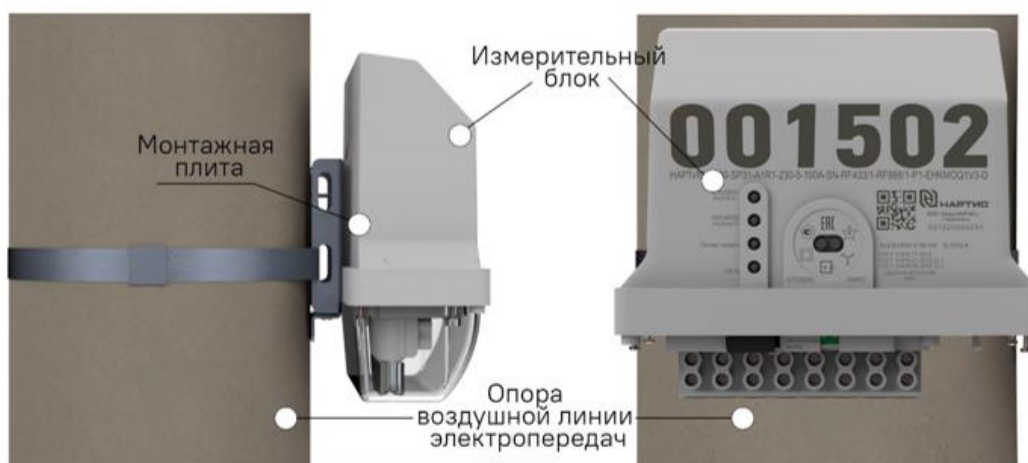

Рисунок 7 – Установка блока измерительного счетчика НАРТИС-И300-SP31 на монтажной плите
4.3 Для монтажа снять крышку клеммной коробки и установить блок измерительный на монтажную плиту с помощью креплений, которые расположены на задней стенке блока измерительного (рисунок 7).